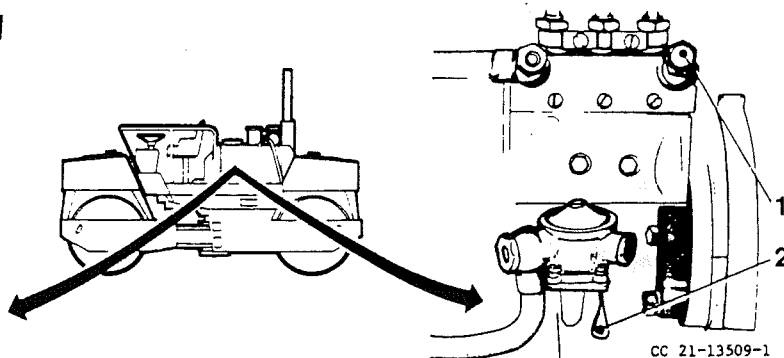

Fig 31 Bränslesystem
- 1 Lossa skruven (1) ca 3 varv, fig 31.
- 2 Pumpa för hand med pumparmen (2) på matarpumpen tills bränslet som tränger ut vid skruven (1) är fritt från luftblåsor.
- 3 Dra fast skruven (1).